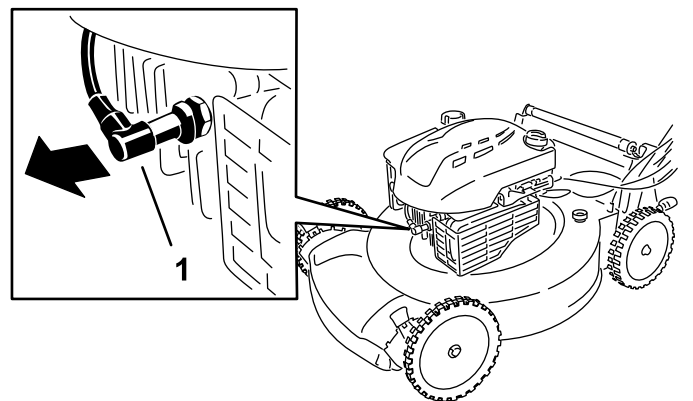

Figura 23
2. Desconecte el cable de la bujía (Figura 23).
- Desconecte el cable de la bujía (Figura 23).